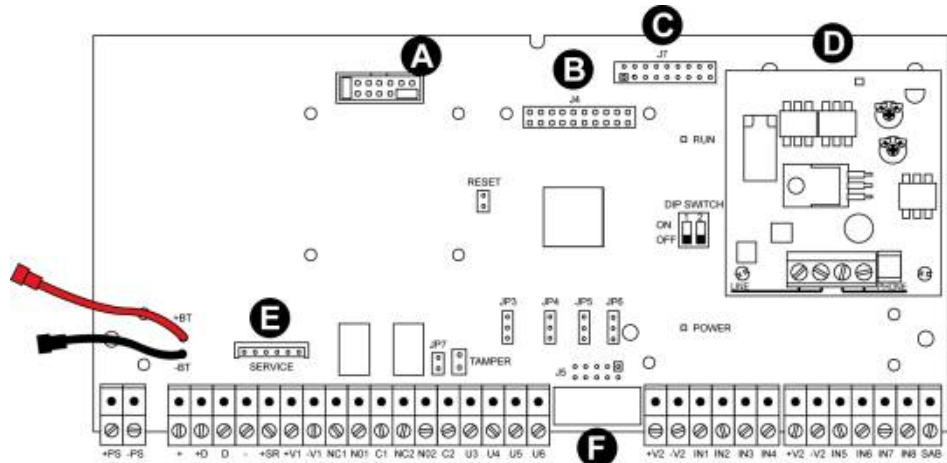

Fig. 4
- Insérer l'autre extrémité du câble plat sur le connecteur approprié de la centrale en position **F** (Fig.4).